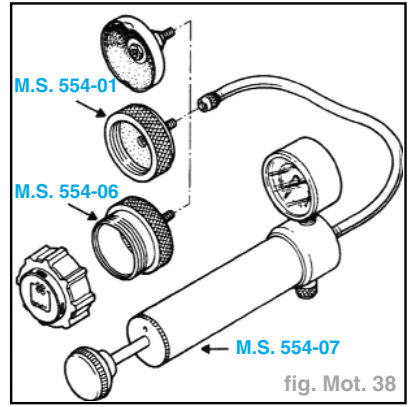

fig. Mot. 38
- Remplacer la soupape de vase d'expansion par l'adaptateur **M.S. 554-01** (fig. Mot. 38).